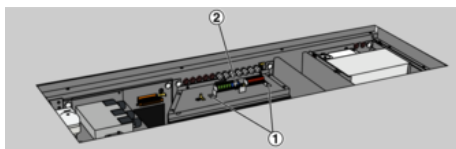

Abb. 46:
6. ▶ Kreuzschlitzschrauben (Abb. 46/1) des Klemmenhalters lösen und den Halter mit Kabeln seitlich ablegen.